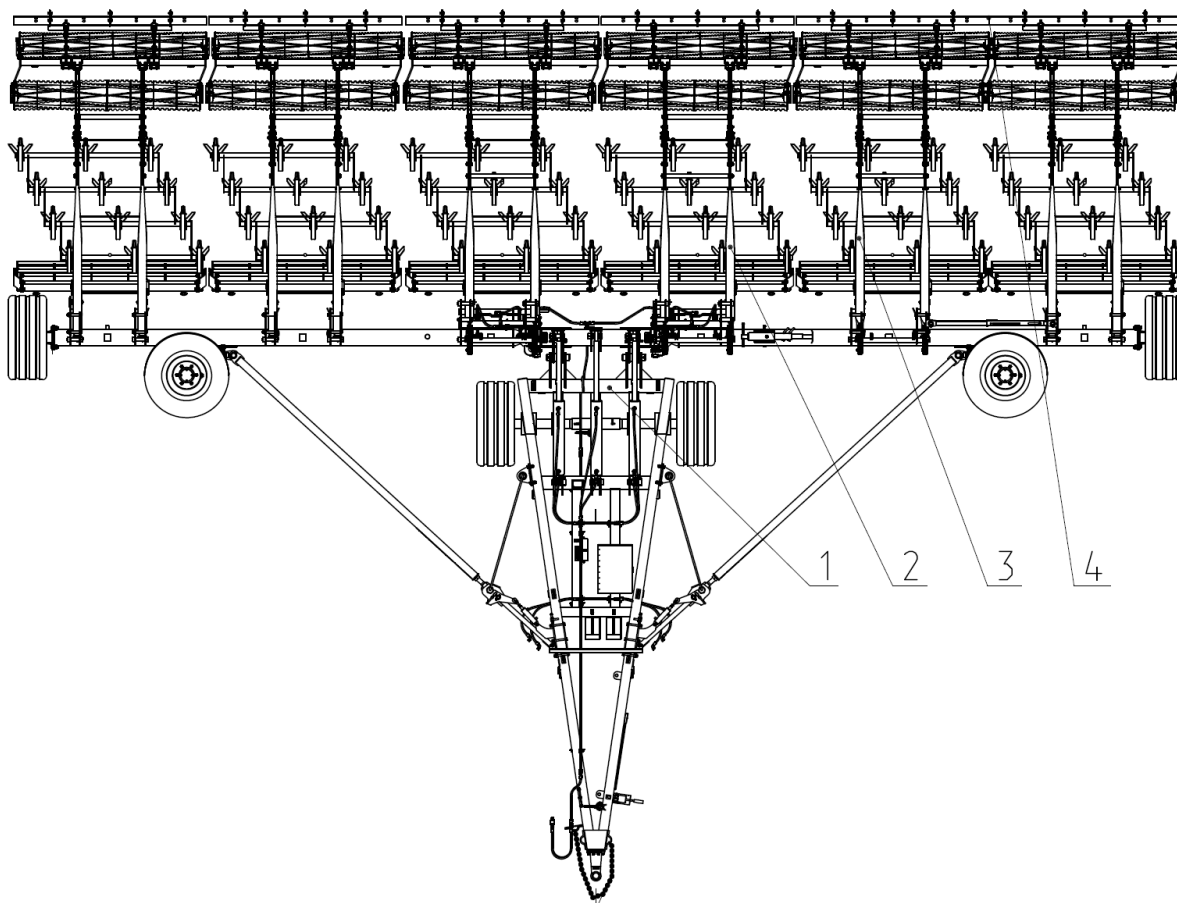

Рис.1 Культиватор КБП12-4 К1 "Орлан"
2.1 Культиватор (рис.1,2) состоит из носителя 1, секций в сборе 2 и 3, и планчатого выравнивателя 4.